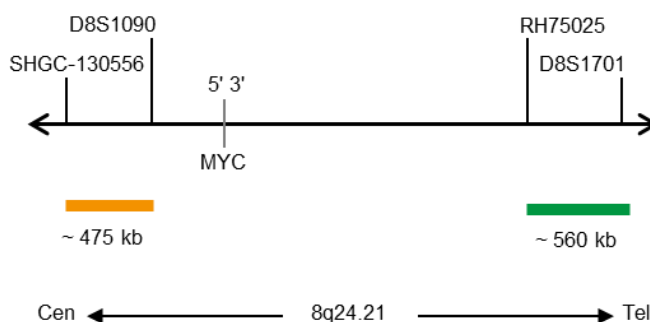

Fig. 1: Mappa della sonda SPEC MYC (non in scala)
- Polinucleotidi (~10.0 ng/μl) marcati con fluorocromo ZyGreen (eccitazione 503 nm/emissione 528), le cui sequenze target mappano in 8q24.21* (chr8:130,373,051-130,930,673) distali al punto di rottura di MYC (vedere Fig. 1).
- Polinucleotidi (~4.5 ng/μl) marcati con fluorocromo ZyOrange (eccitazione 547 nm/emissione 572 nm) le cui sequenze target mappano in 8q24.21* (chr8:127,888,765-128,363,281) prossimi al punto di rottura di MYC (vedere Fig. 1).